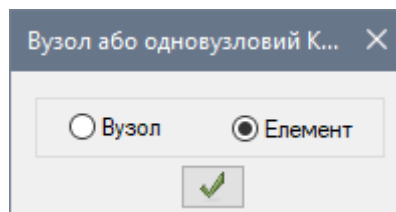

Рис. 22.20. Діалогове вікно **Вузол або одновузловий KE?**
- У діалоговому вікні **Вузол або одновузловий KE?** (рис. 22.20) включите радіо-кнопку **Елемент** і натисніть на кнопку  – **Підтвердити**.